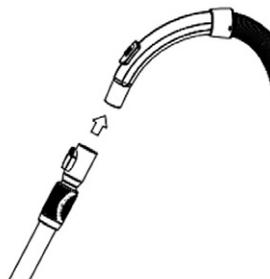

Fig. 2
2. **Fig.2: Il collegamento del tubo flessibile e il tubo metallico estensibile:**